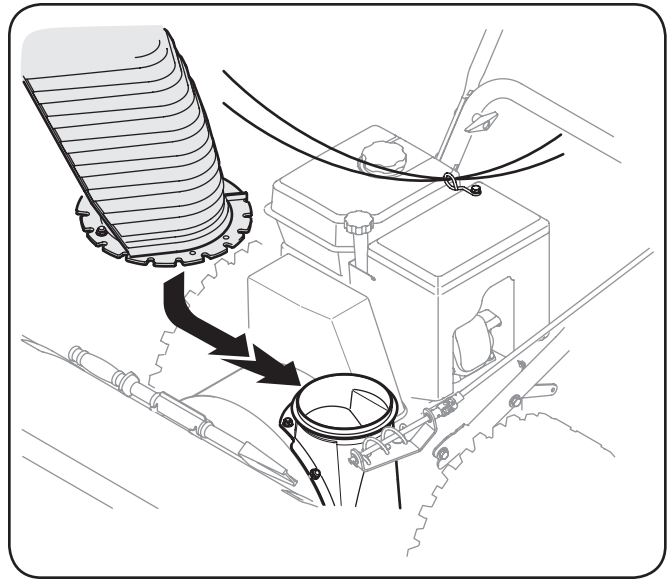

Figura 3-18
4. Controle que todos los cables del canal estén adecuadamente colocados a través de la guía de cables acoplada al montaje de la manija inferior. Vea la Figura 3-18.